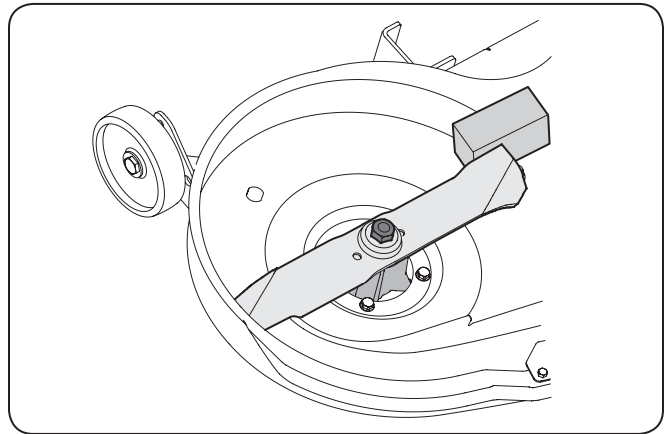

Figure 7-7
2. Placez une cale de bois entre le déflecteur au milieu du plateau et la lame. Voir la Figure 7-7.
3. Retirez l'écrou à bride à six pans qui maintient la lame. Voir la Figure 7-7.